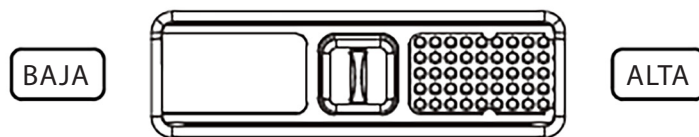

Fig. 9
- La zona que se muestra es para el ajuste de la humedad (Fig. 9). Los usuarios pueden deslizar el módulo a la izquierda o a la derecha dependiendo de los alimentos que vayan a almacenar. Cuando el módulo esté configurado en "LOW" (bajo), el nivel de humedad en el cajón para frutas y verduras será bajo. Cuando el módulo esté configurado en "HIGH" (alto), el nivel de humedad en el cajón para frutas y verduras será alto.